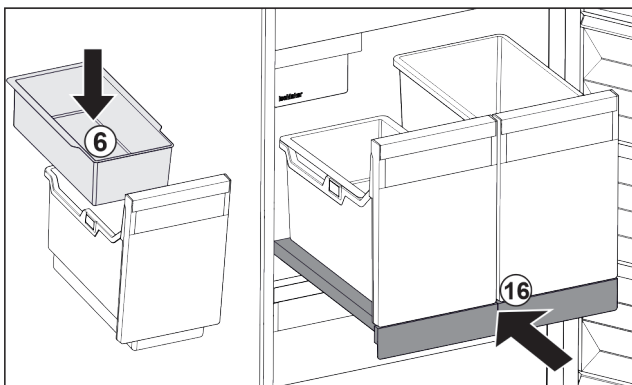

Fig. 87
- ▶ Vstavite obešalno skodelico Fig. 87 (6) za ledene kocke.
- ▶ Vstavite izvlečno polico s posodo (IceTower). Fig. 87 (16)